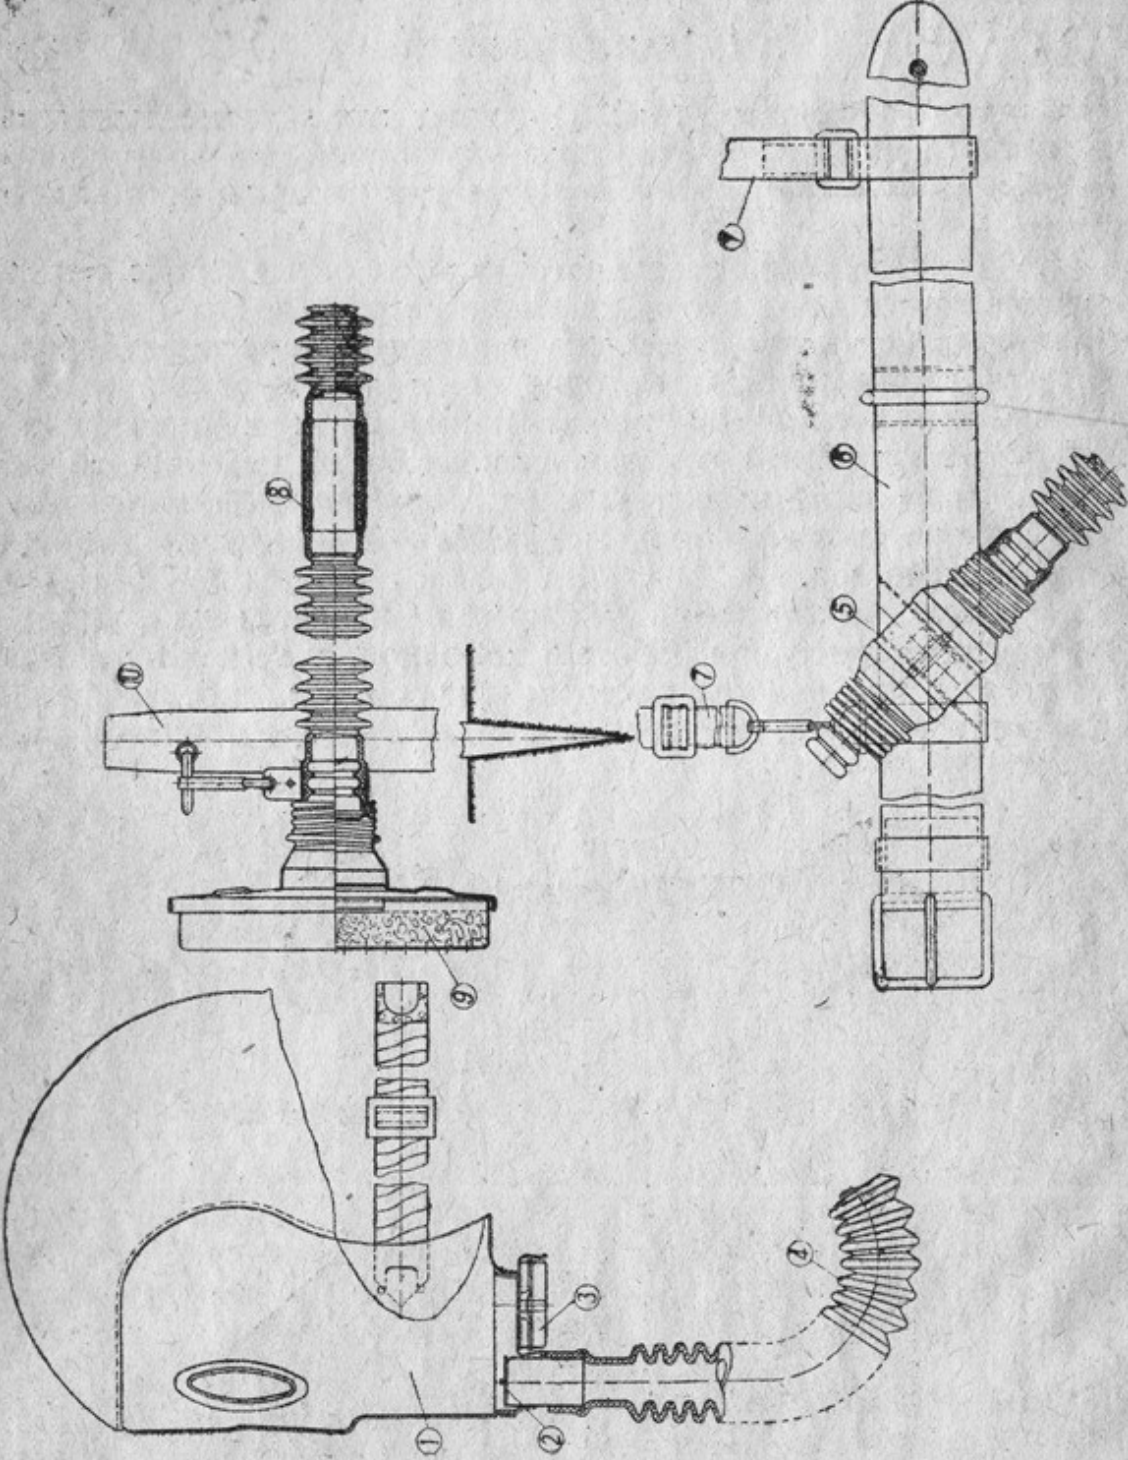

Рис. 2
- а) клапан входа 2 (рис. 2) в маске 1 снимается со шпенька;